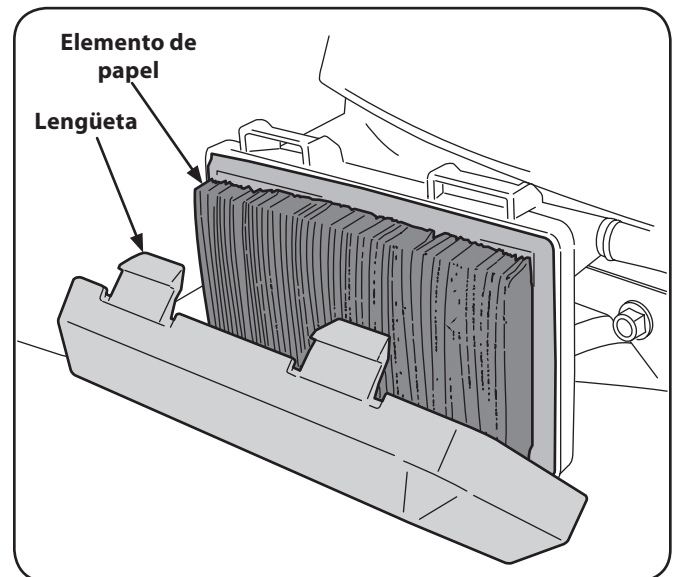

Figura 6-21
1. Presione las lengüetas de fijación de la cubierta del filtro de aire. Tire hacia atrás y retire la cubierta. Vea la Figura 6-21.